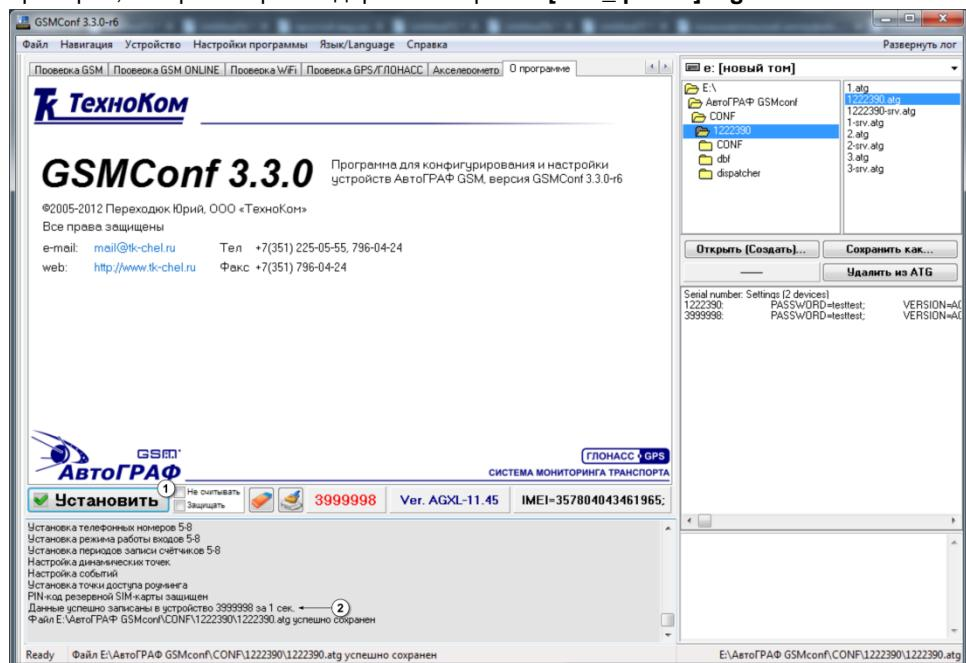

Рис.57 – Запись настроек в прибор.
1. Кнопка «Установить» - кнопка позволяет записать настройки в подключенный прибор. При успешной записи настроек высветится значок и появится строка об успешной записи в окне состояния (рис.57, п.2).